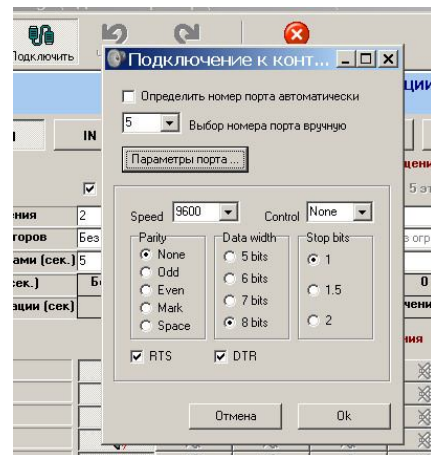

Рис. 48
- Проверьте параметры порта нажав на кнопку «Параметры порта». При необходимости, установите параметры так, как показано на рис.48.